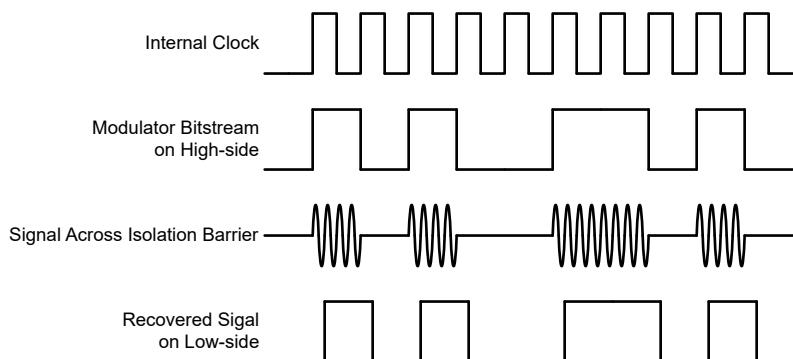

図 7-3. OOK ベースの変調方式
図 7-3 に示されているように、AMC0386-Q1 は、オン / オフ キーイング (OOK) 変調方式を使用して、変調器の出力ビットストリームを、 SiO_2 ベースの絶縁膜間で伝送します。送信ドライバ (TX) をに 機能ブロック図 示します。TX は、内部で生成された高周波キャリアを絶縁バリア越しに送信し、デジタル 1 を表現します。ただし、TX はデジタル 0 を表す信号を送信しません。AMC0386-Q1 で使用されるキャリアの公称周波数は 480MHz です。